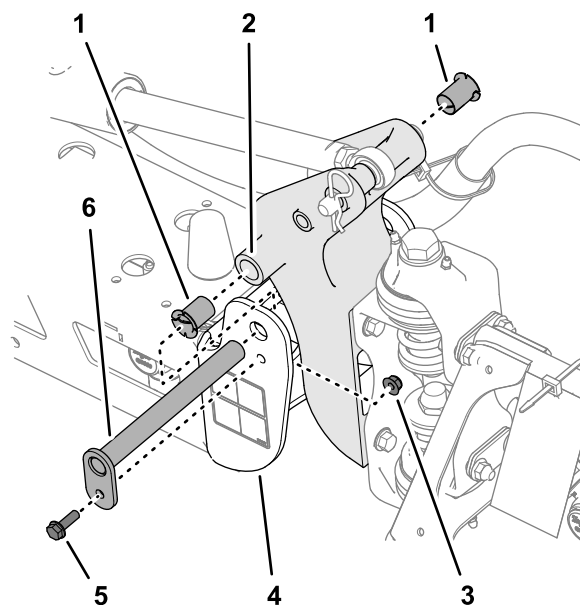

图 120
5. 从枢轴支架的前后侧拆下尼龙轴套并进行检查图 120。
6. 用少量机油润滑尼龙轴套然后将轴套装入枢轴支架内图 120。
7. 将枢轴支架内的孔与端部槽内的孔对齐图 120。
3. 卸下固定枢轴销的螺栓和螺母然后取下枢轴销图 120。